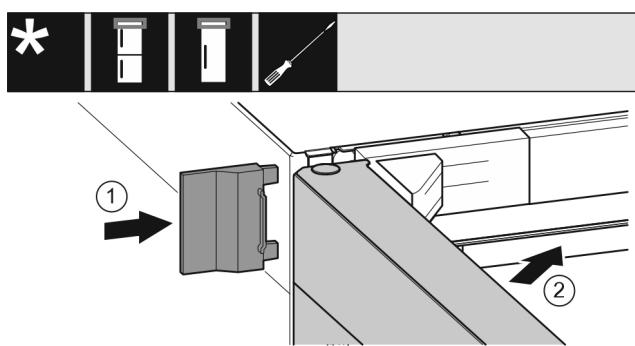

Fig. 21
- ▶ Θητήστε το εξωτερικό κάλυμμα. Fig. 21 (1)
► Κλείστε την επάνω πόρτα. *Fig. 21 (2)*